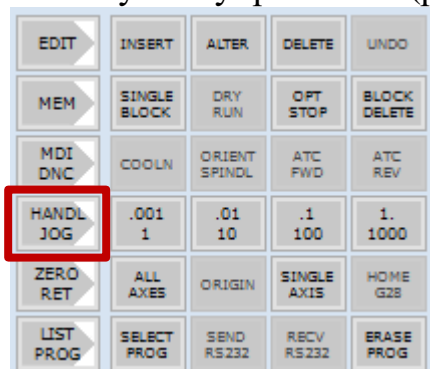

Рис.134. Кнопка «HANDLE JOG»
1. Выбрать режим «JOG» на пульте управления (рис.134);